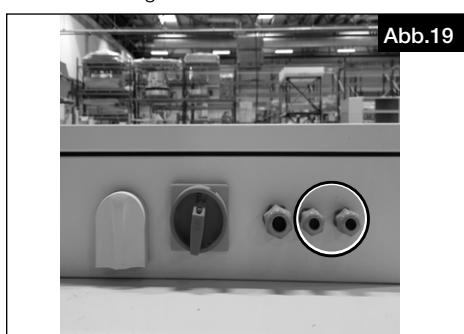

Abb.19
1. Abdeckung des Klemmenkastens öffnen (s. Abb.19).